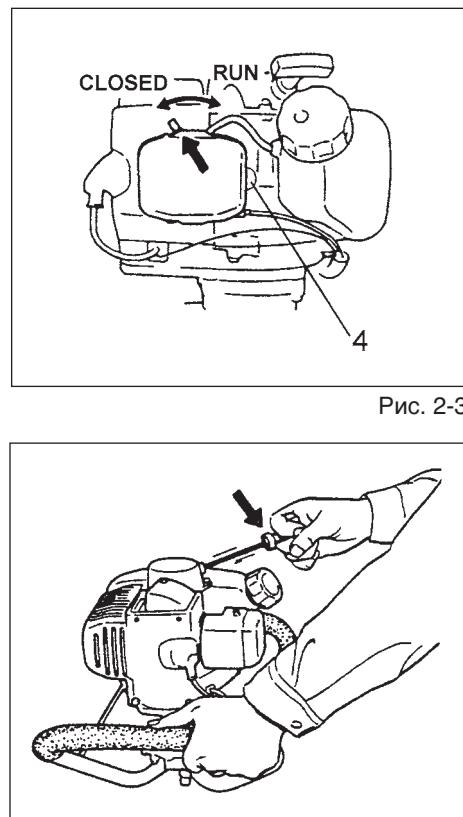

Рис. 2-3
- * Несколько раз нажать на заливочный баллон (4), чтобы топливо потекло через баллон или обратную трубку. (При наличии подобного оснащения) (Рис. 2-3)
3. Установить рычаг заслонки в положение CLOSED (ЗАКРЫТО) . (Рис. 2-3)
5. Если Вы услышите, что двигатель начинает заводиться, верните рычаг заслонки в положение RUN (РАБОТА) (открыто). Затем снова быстро потяните возвратный стартер.(Рис. 2-3)